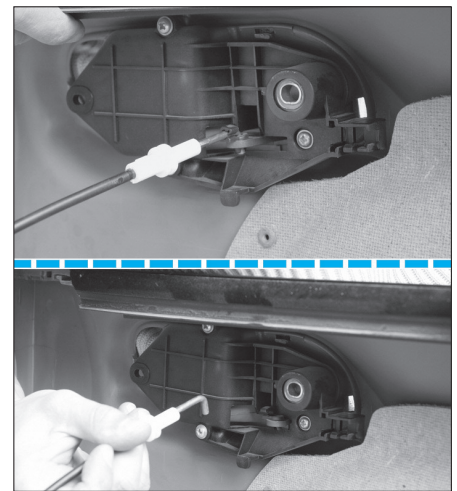

FIG. 51
- Dégrafer le câble de poignée intérieure comme illustré (Fig.51), puis extraire la garniture.